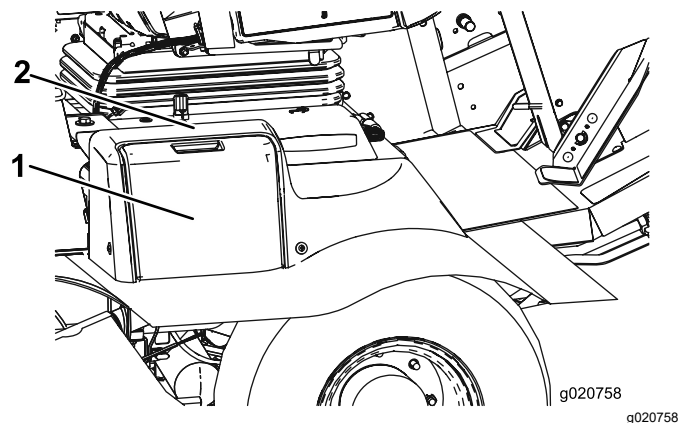

Bild 94
1. Öffnen Sie die Batterieabdeckung an der Seite der Abdeckung (Bild 94).
Hinweis: Üben Sie Druck auf die flache Oberfläche über der Batterieabdeckung aus, um das Entfernen der Abdeckung zu erleichtern (Bild 94).